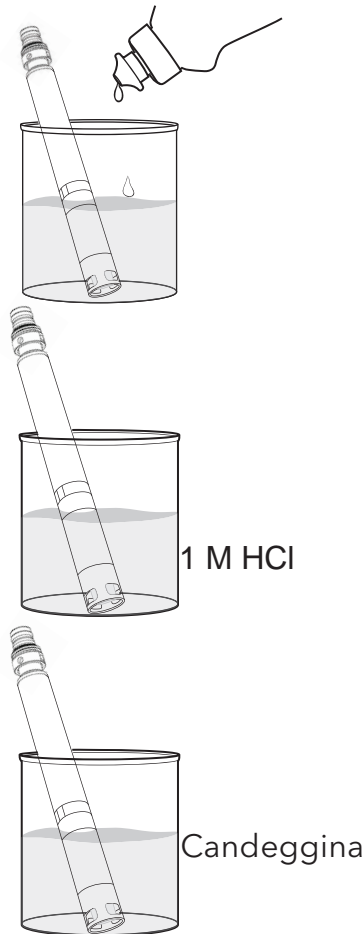

Figura 70 Manutenzione sensore pH e pH/ORP
1. Togliere il sensore dalla giunzione e mettere in ammollo per 10 a 15 minuti in una soluzione delicata di acqua pulita e sapone per i piatti (Figura 70).